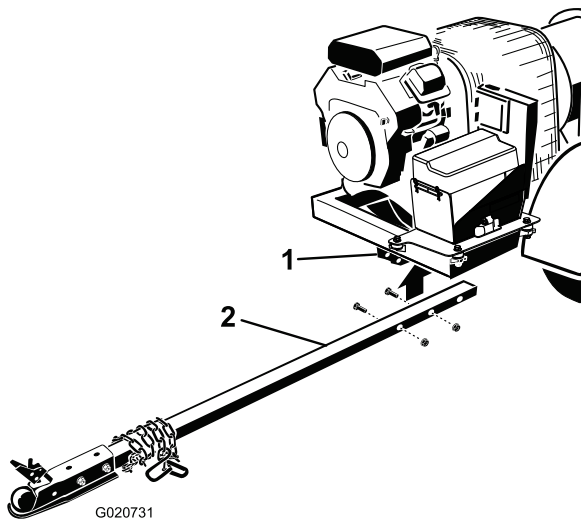

Figura 6
2. Introduzca la barra del enganche en los soportes del bastidor (Figura 6). Sujete la barra al bastidor con 2 pernos (3/8 x 3 pulgadas) y tuercas con arandela prensada (3/8 pulgada).